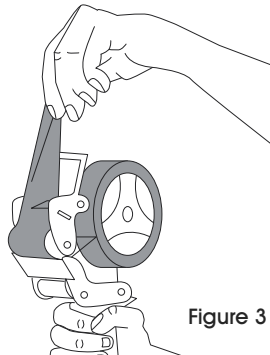

Figure 3
3. Pull tape over smoothing roller allowing tape to unroll freely off tape wheel. (See Figure 3)
3. Tirez sur le ruban pour le placer sur le rouleau de lissage en laissant le ruban se dérouler librement de la roue du ruban. (Voir Figure 3)